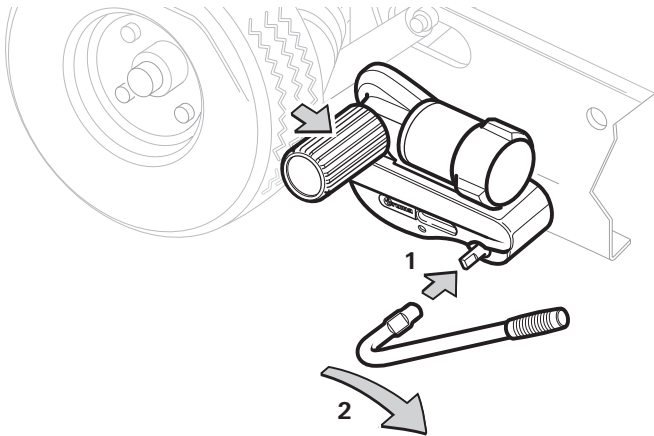
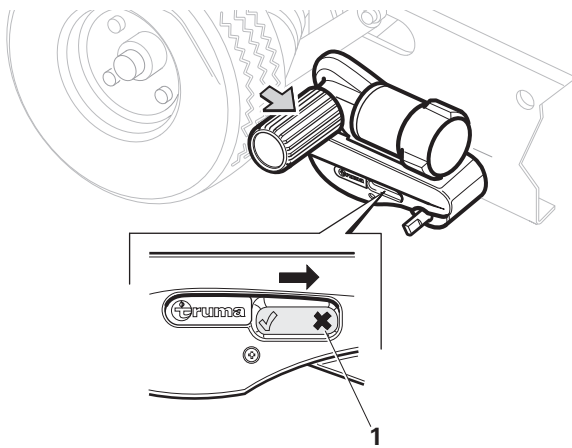

Bild 9
Bild 10
- Sätt fast manöverarmen på kopplingsaxeln (bild 9 - 1).
- Vrid manöverarmen i pilriktningen (från fordonshjulet) (bild 9 - 2) tills drivhjulet hakar fast ordentligt i slutläget. Positionsindikatorn i höljet pekar nu på "X" (bild 10 - 1).